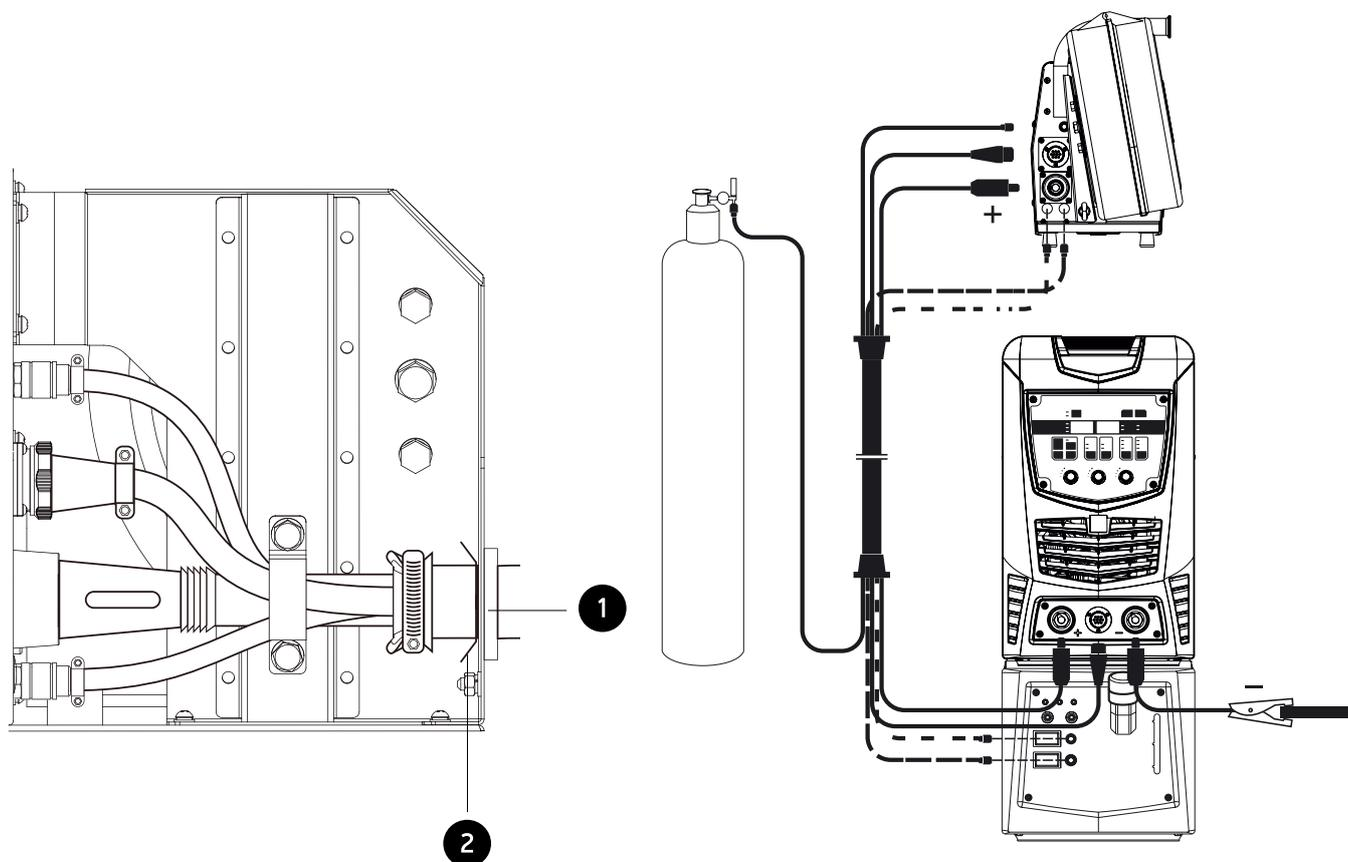

Рис. 4.1. Схема подключения механизма подачи сварочной проволоки
- Зафиксировать кабельный ввод 1 (рис. 4.1.) металлической скобкой 2 (рис. 4.1.).